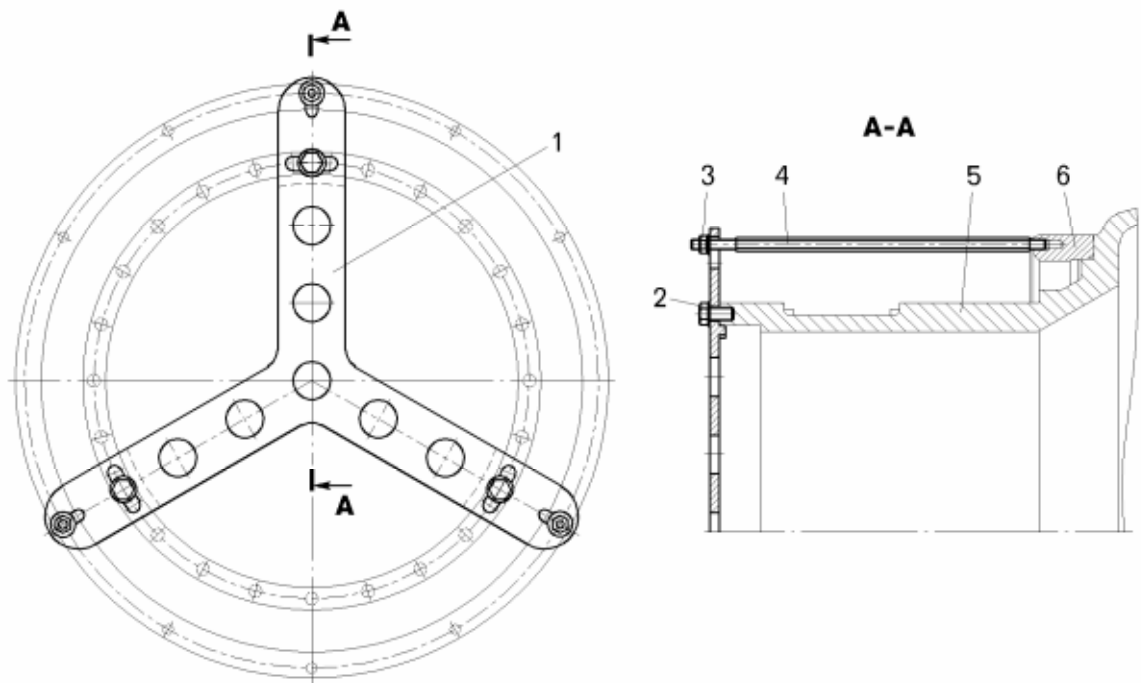

Рисунок 7.11 – Съемник для съема кольца подманжетного:
- вывернуть болты 45, отсоединить от корпуса и снять кольцо подманжетное 2 приспособлением (рисунок 7.11). Съем кольца 6 производится после закрепления крестовины 1 на ступице 5 болтами 2 поочередным поворотом гаек 3.